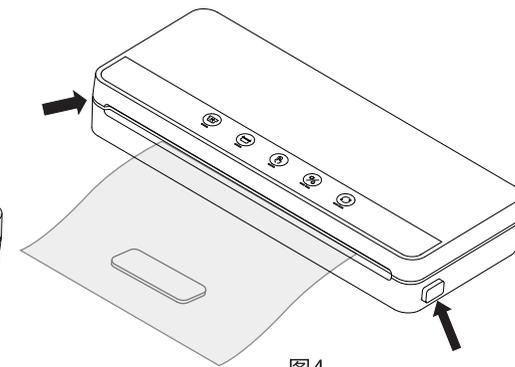

图4
7. 真空包装完成后,按压两侧放气按钮打开上盖(如图4),然后取出包装好的食物。